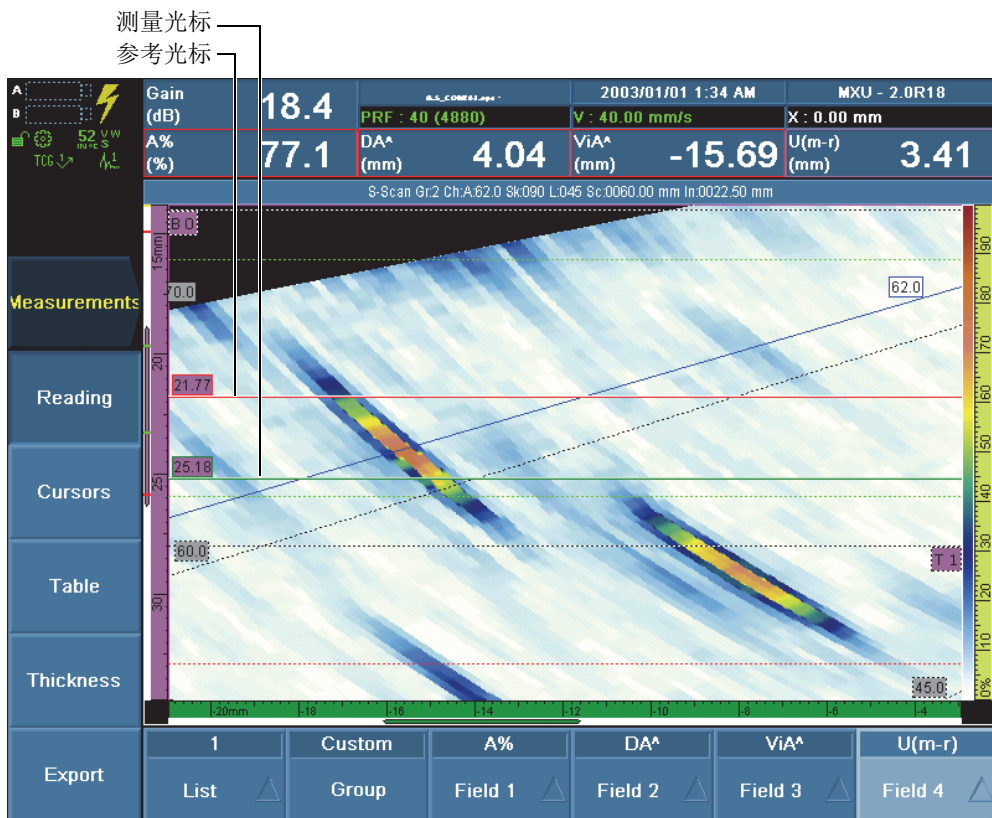

图 5 放大缺陷指示附近的区域并在此区域定位光标
- (1) 按光标键（），或者选择 **Measurement**（测量）> **Cursors**（光标）> **Selection**（选择），然后选择 **Data**（数据）。
- (2) 设置 **Measurement**（测量）> **Cursors**（光标）> **Scan**（扫查）= **0 毫米**。
- (3) 在查看 S 扫描视图并编辑 **Measurement** (测量) > **Cursors** (光标) > **Scan** (扫查) 参数值的同时, 顺时针转动旋转飞梭, 扫查数据视图的截面图像区域, 直到找到异常的反射体。
6. 使用参考光标 (红线) 和测量光标 (绿线) 定量缺陷指示 (参见第 21 页的图 5):